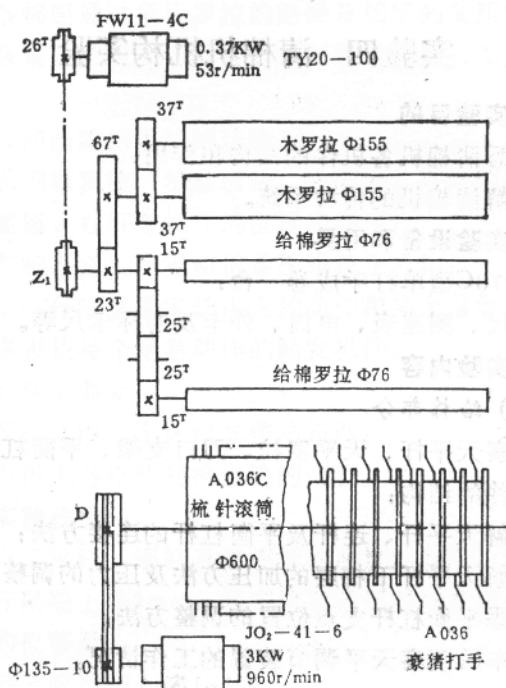

图1-3 A036型豪猪式开棉机传动图
4. A036型豪猪式开棉机的传动图如图1-3所示, 26^T 主